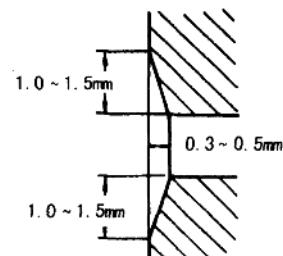

图1-8 气口边缘的刮修尺寸
④镗缸量确定后,再根据每次吃刀量的允许限度考虑镗缸次数。一般来说,第一刀进刀量应小些;最后一刀为了保证规定的表面粗糙度,进刀量也应小些。这两次进刀量一般可取0.05mm以内,中间几次可大一些,一般以0.2mm为限,但不要超过镗缸机规定的进刀量。
⑤气缸镗好后,换用特制倒角镗刀将气缸口镗成宽为1mm,角度为30°的倒角,以便于安装活塞。对二冲程发动机,由于气缸内壁上开有气口,要防止活塞环与气口边缘发生撞击。对此,在气缸镗好后,用刮刀或小砂轮对气缸内壁上各气口进行刮修、打磨,直至符合如图1-8所示的要求。然后将气缸清洗干净,擦净缸壁并在壁面上涂抹一层机油,即可待用。